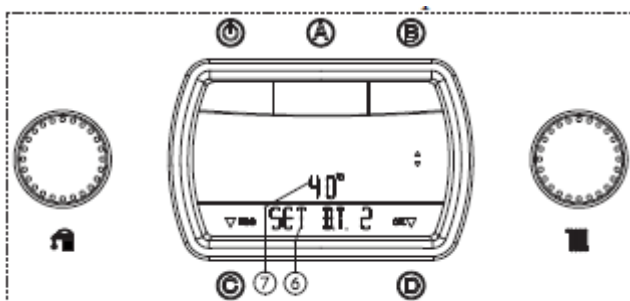

Fig. 11
- **Низкотемпературная зона.** Температура низкотемпературной зоны устанавливается посредством изменения параметра "SET B.T. 2" в меню «Зоны», используя селектор (3). Значение температуры отображается на дисплее (24), посредством индикатора (7) и надписи "SET B.T. 2" (Рис. 11). Вращая ручку селектора (3) по часовой стрелке мы увеличиваем температуру, а против – уменьшаем.